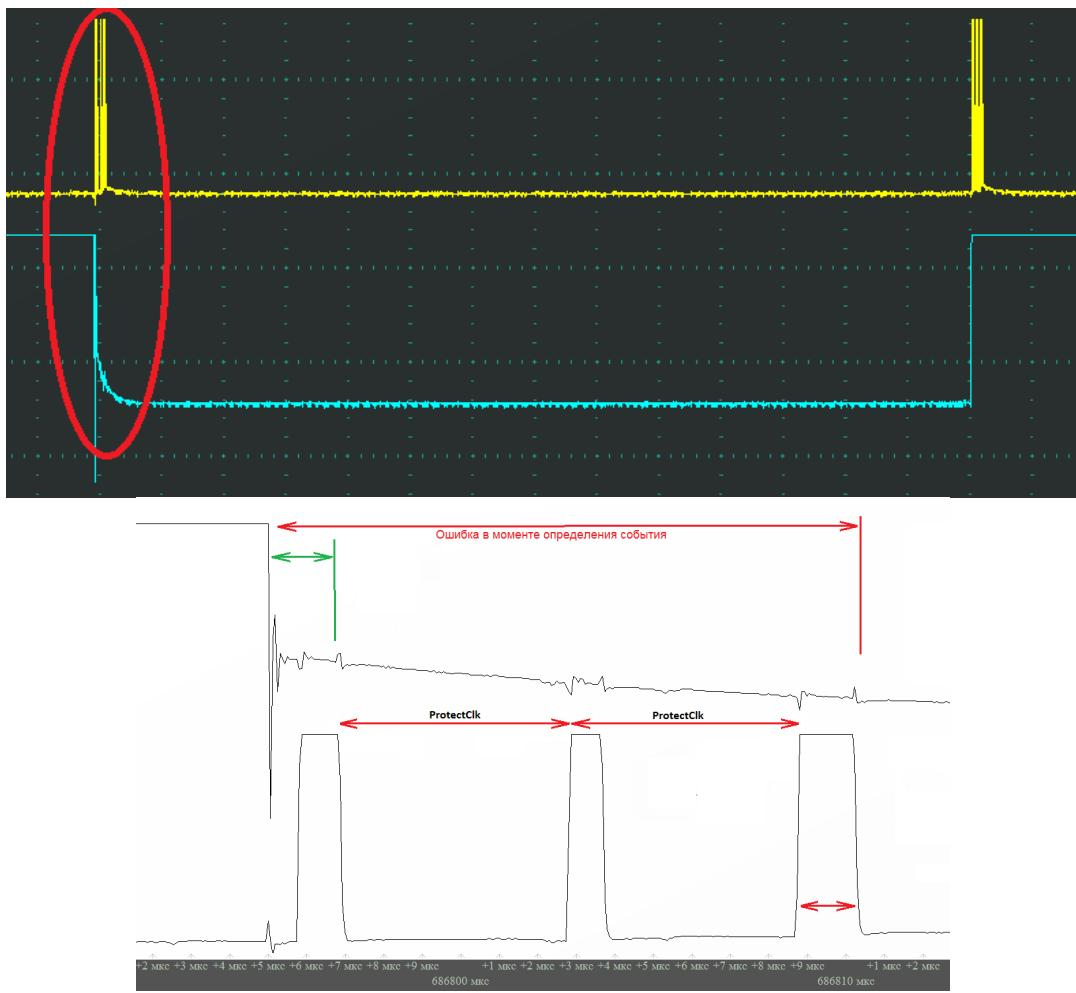

Рис.7 Иллюстрация работы протокола защиты входной линии
Следующая группа параметров - параметры протокола защиты входной линии от импульсных помех. Алгоритм работы защитного протокола подразумевает процесс повторного чтения входной линии при её изменении. На рис. 7 приведена иллюстрация этого процесса.
Отличительной особенностью построенного протокола защиты является возможность компенсации потерянного времени между изменением входного сигнала и моментом принятия решения алгоритмом о происходящем процессе. То есть «Ошибка в моменте определения события» (Рис.7.) удалось компенсировать путем коррекции порога OCR1 таймера. Опустим вычисления и обработку экспериментальных данных. Итог приведен в параметре ProtectCorr.
**На этом процесс заполнения Главной разметочной таблицы завершен.** Немного о случае, когда такой коррекции нет. Рассмотрим классическую схему построения таких систем. Нет повторных чтений. Есть только обработка прерывания при изменении входной линии. **Это время не нулевое (~7 тактов кварцевого генератора контроллера).** Есть еще временные потери, связанные с чтением значения измерительного таймера и его перезапуска. В самом благоприятном случае (корректное построение кода программы) и при квадре 16 МГц суммарные временные потери составляют **до 3 мкс**, а при квадре 4 МГц – **12 мкс**. На рис.7 этот случай представлен зелеными стрелками. Алгоритм с протоколом защиты дает время **~ 18 мкс**. Ниже представлены результаты некомпенсации этих временных потерь.